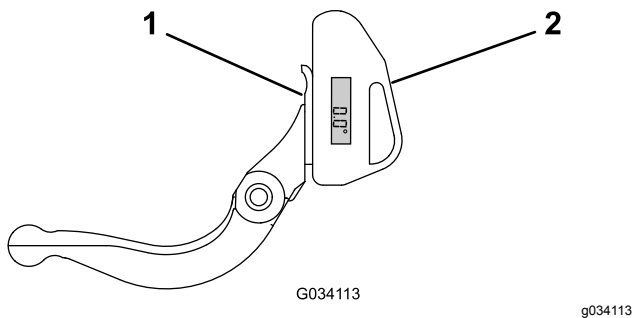

Bild 12
1. Positionieren Sie den Neigungsmesser an der Unterseite des Untermessers, wie in Bild 12 abgebildet.